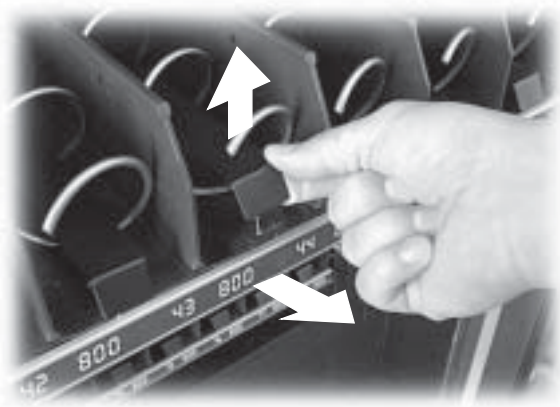

Fig. 50
En el caso en el que la espiral que hay que sustituir se haya acoplado a una guía de deslizamiento para botellas, para latas o tetrabricks, es necesario extraer ésta última levantando la parte terminal de manera que se separe del borde de la bandeja y por lo tanto poderla sacar (Fig. 50).
- si ésta está presente, extraer la guía de deslizamiento (Fig. 50);